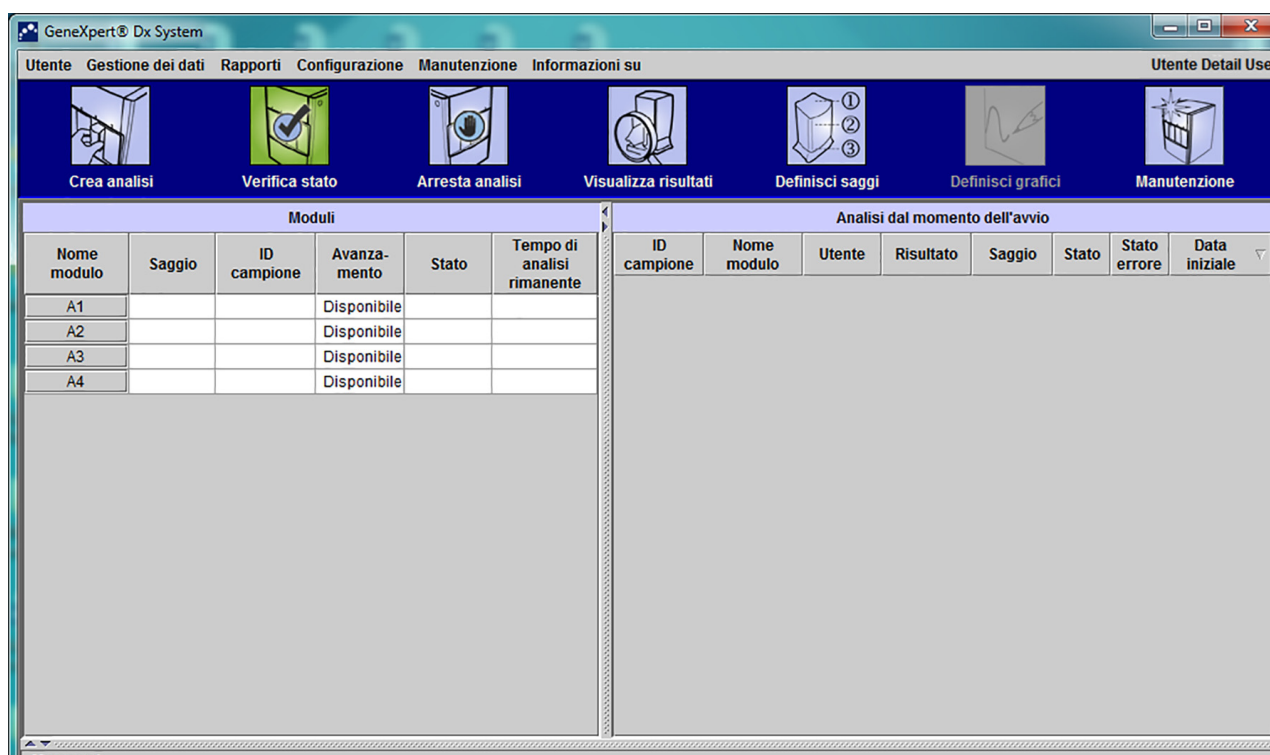

Figura 5-113. Schermata iniziale di GeneXpert Dx
2. Comparirà la schermata Ordine di analisi host con sovrapposta la schermata Esegui scansione del codice a barre della cartuccia. Vedere la Figura 5-113.
3. Come indicato nella Figura 5-113, eseguire la scansione del codice a barre della cartuccia utilizzando il lettore di codici a barre fornito.